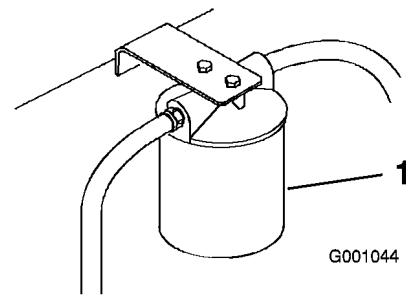

Figure 53
- Placez un bac de vidange sous le filtre, déposez le filtre usagé et essuyez la surface du joint de l'adaptateur (Figure 53).